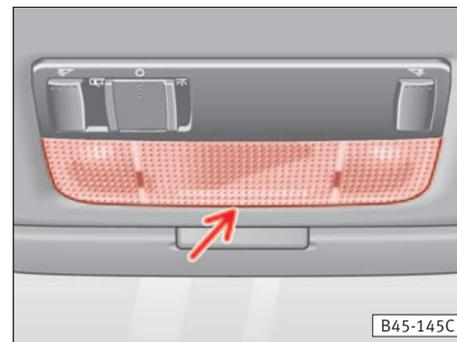

Fig. 165
- Extraer el cristal. Para ello, introducir un destornillador fino por su parte plana o un objeto similar entre la carcasa y el cristal (flecha ⇒ fig. 165) y retirar el cristal con mucho cuidado, haciendo palanca, para evitar posibles daños.